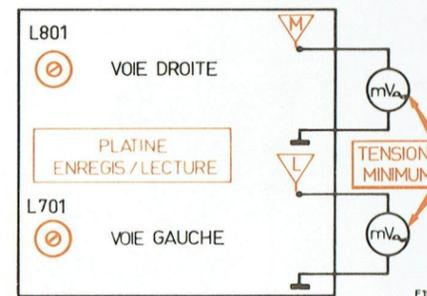

Fig. 11
C. RÉGLAGE DES CIRCUITS RÉJECTEURS ULTRA-SONORE (Fig. 11)